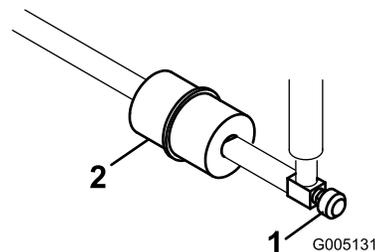

Рисунок 30
В топливном трубопроводе между топливным баком и карбюратором встроен проходной фильтр. (Рисунок 30).
1. Закройте топливный отсечной клапан, снимите хомут шланга на обращенной к карбюратору стороне фильтра и отсоедините от фильтра топливный трубопровод (Рисунок 30).
2. Подставьте под фильтр сливной поддон, снимите оставшийся хомут и снимите фильтр (Рисунок 30).